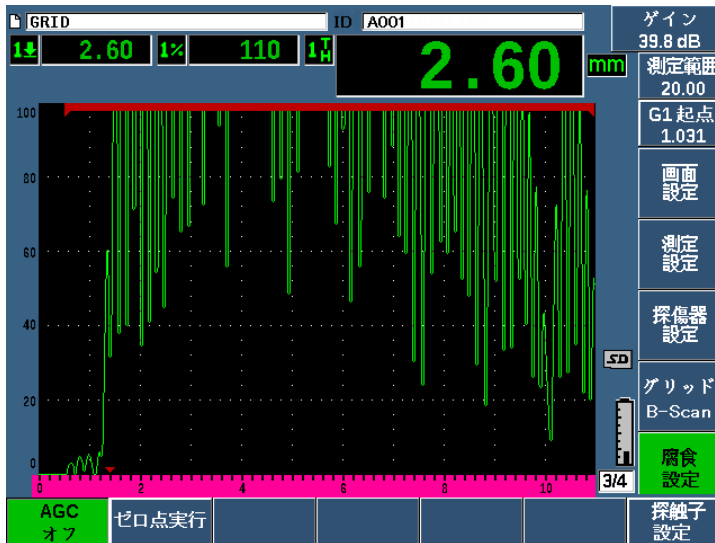

図 11-40 オフに設定された腐食検査用モジュール AGC
2. ノブまたは矢印キーで、AGC をオフに設定します (286 ページの図 11-40 参照)。
3. **ゲイン**を押し、パラメータキー (P1-P7) を押し、ゲインレンジを設定します。そしてノブまたは矢印キーでゲイン値を調整します (286 ページの図 11-40 参照)。